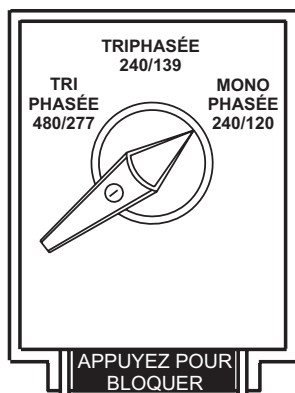

Figure 26. Position Monophasée du Commutateur de Sélection de Tension 240/120V
1. Placez le commutateur de sélection de tension à la position 3Ø 480/277 comme l'indique la Figure 26.